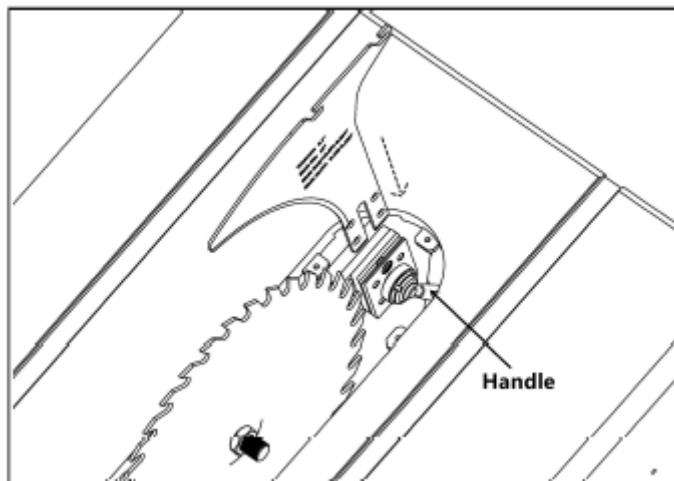

Рис. 16
2. Разблокируйте ручку. Рис. 16